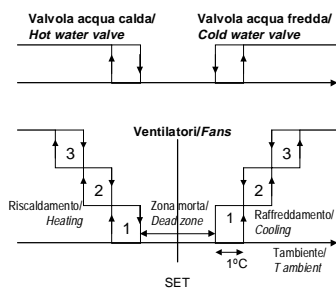

Fig. 3
**Micro4:** le uscite sono gestite nel modo riportato in Fig. 3. La gestione della valvola dell'acqua calda è subordinata al consenso del termostato di minima.
**Micro4:** the outputs are managed as shown in Fig.3. the management of the hot water valve is subordinated to the minimum temperature control.